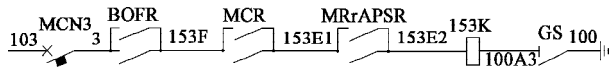

图5 153线紧急制动控制电路(153K)局部图
造成全列紧急制动故障的原因为153K接触器未得电, 造成153E3无电源输出, 致使153线无电, 见图5。
根据图5, 故障点分析判断的条件及查找步骤如下: ①MCN3及100A3需在正常位; ②BOFR需得电; ③MCR要得电; ④MRrAPSR(主风缸风压开关继电器)需工作, 此继电器工作, 首先总风压需在590 kPa以上, 若风压正常可通过用万用表测量总配电盘内短接排上的3D点是否有电(正常应有电)来判断其好坏; ⑤最后确认153K接触器是否吸合, 若不吸合需确认153E2和100A3在接触器处及总配接线排处接线是否良好, 若吸合则用万用表确认153E3线有无电源输出(直流100 V), 若无输出则用万用表确认153K接触器触点及153E3和3号线在153K上和接线排处接线良好, 同时确认总配电盘下方LJB箱处及分割合并箱内153线接线良好。